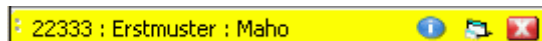

Abbildung 10.3: Symbolleiste angedocktes aktives Programm
10.6. Die Symbolleiste über das angedockte Programm bezieht sich nur für das aktive Programm. Das heißt, wenn das angedockte Programm gelb markiert ist. Wenn Sie z. B. auf ‚Speichern‘ klicken wird nur das Programm gespeichert welches gelb hinterlegt ist wie in Abbildung 10.3. zu sehen ist.
10.8. Wenn Sie auf das Schließen Symbol in Abbildung 10.3. klicken, wird nur das Programm geschlossen auf dessen ‚Schließen‘ Symbol Sie klicken.